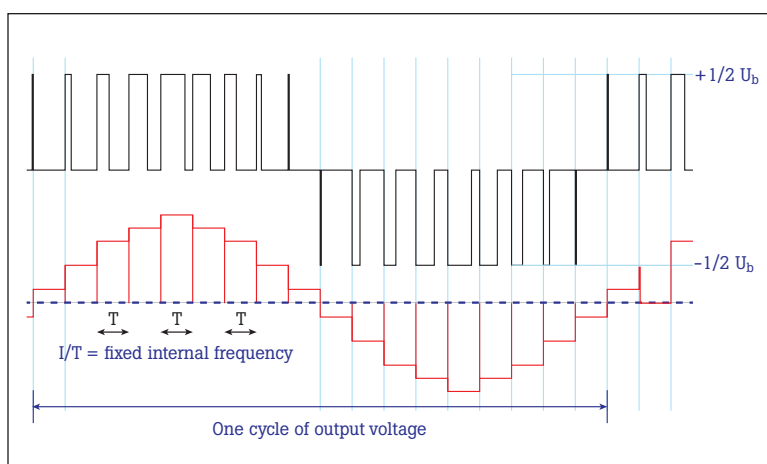

Figure 5 : Tensions de sortie pour variateurs de vitesse à modulation de largeur d'impulsions (simplifié).
Cette solution est le résultat d'une autre avancée dans le domaine de l'électronique de puissance. Dans les systèmes réels, les impulsions positives et négatives ne sont généralement pas créées par la génération d'une simple impulsion de la polarité souhaitée. Au lieu de cela, toutes les impulsions sont générées par la mise sous et hors tension répétée du même commutateur à semi-conducteurs, à une vitesse d'impulsion bien supérieure, et ce, selon un rapport cyclique variable (voir figure 5).
À la figure 5, la courbe supérieure représente la tension de sortie d'une ligne de sortie pour laquelle l'effet de variation du rapport cyclique est clairement visible. La courbe inférieure donne la tension de sortie effective par cycle d'horloge interne (T) sur une échelle relative.
Si l'on observe la tension de sortie illustrée à la figure 5, la tension moyenne par cycle T (après rectification) est directement proportionnelle au rapport cyclique de la forme d'onde et à la tension du bus DC. Elle varie dès lors continuellement en raison des variations du rapport cyclique. Pour un demi-cycle du courant résultant, la tension moyenne sera :